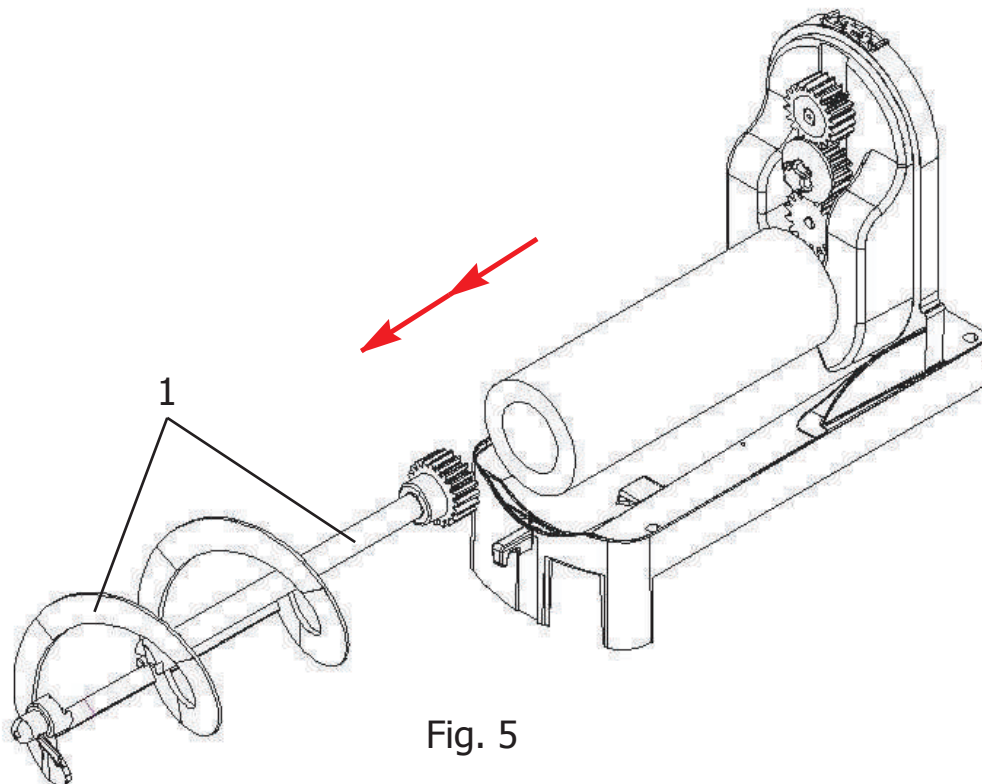

Fig. 5
La prima operazione da effettuare (Fig.5) è lo smontaggio dell'albero di trasmissione e dell'elica (1), tenendo conto che la ruota dentata accoppiata all'albero, deve essere rimossa. Qualora questa condizione non fosse soddisfatta, non si potrà procedere con le operazioni successive.
The first operation (Fig.5) is the disassembly of the propeller shaft and spiral (1), keeping in mind that the lower sprocket linked to the shaft, must be removed. In case this is not carried out, it will be impossible to proceed with the following operations.